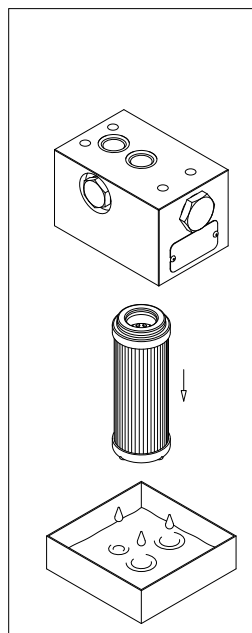

fig. 6
- (Fig. 6) Estrarre l'elemento filtrante